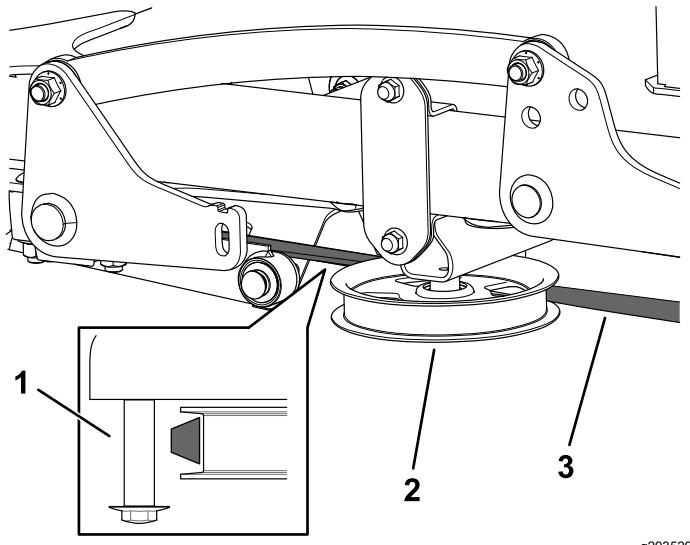

Figura 7
4. Enrute la correa hasta la polea tensora (**Figura 7**)
Importante: Asegúrese de que el lado más ancho de la correa está en contacto con la polea, como se muestra en la **Figura 7**. Utilice el perno de cuello largo como guía para la correa.